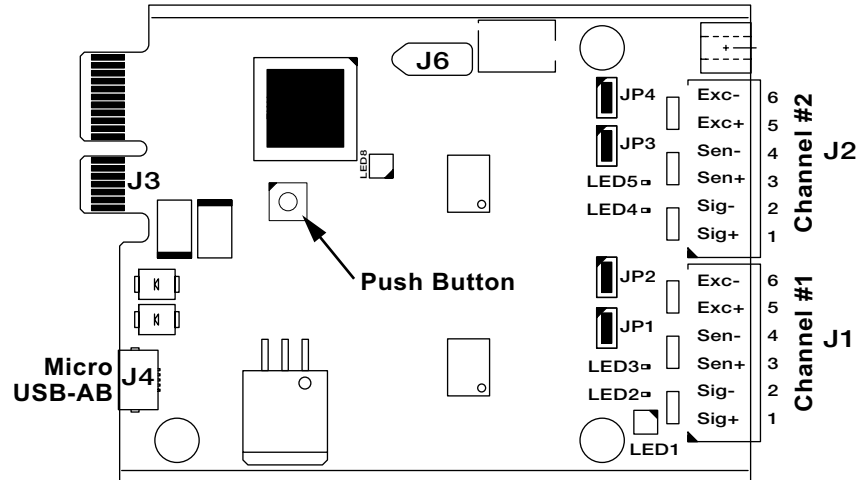

Figura 12-7. Tarjetas de báscula A/D individuales y duales de segunda generación
6. Mientras mantiene presionado el botón pulsador de la tarjeta, conecte el extremo del micro USB al conector J4 (consulte la Figura 12-7). La PC detecta un dispositivo USB extraíble llamado *CRP DISABLD*.